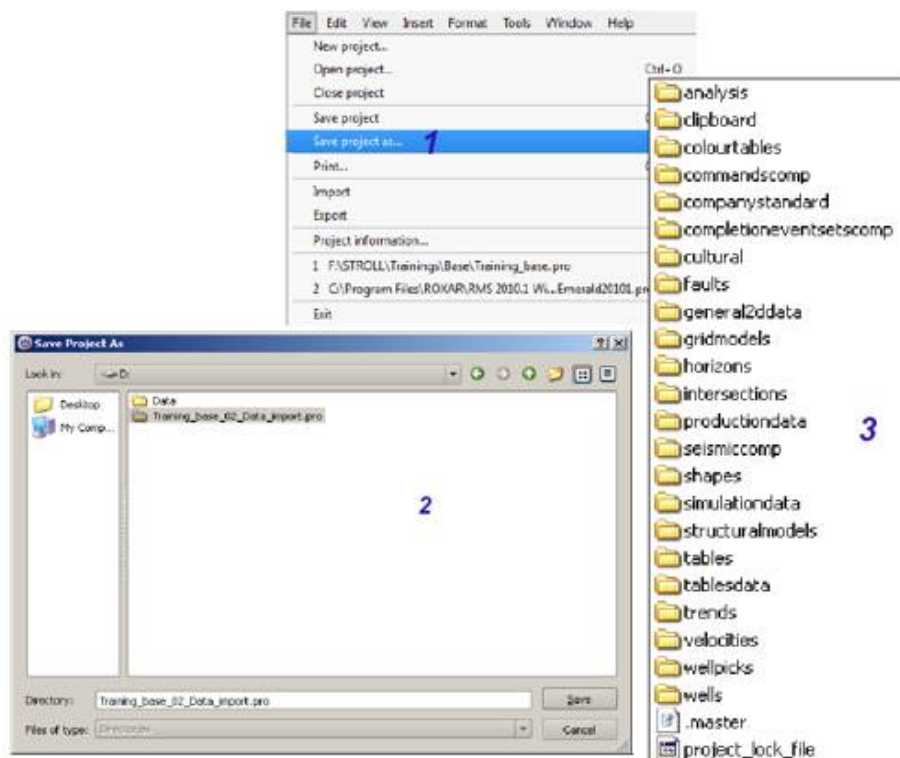

Рисунок 1.14 – Сохранение проекта
Прежде чем продолжить импорт исходных данных, сохраним проект (рис. 1.14). Это можно сделать через меню *File – Save project as...* (1).